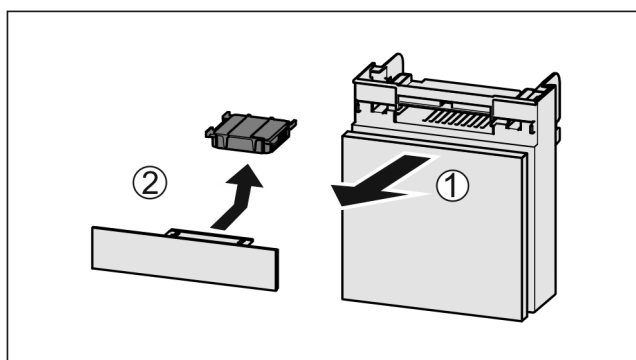

Fig. 127
- ▶ Predal izvalcite Fig. 127 (1) naprej.
- ▶ Odstranite Fig. 127 (2) aktivni ogljeni filter.